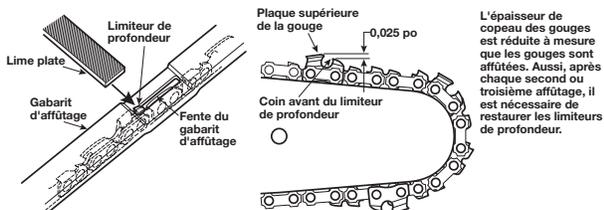

Fig. 21 Utilisation d'une lime plate pour restaurer l'épaisseur du copeau
1. Appliquez fermement le gabarit d'affûtage (0,025 po) sur le dessus de deux gouges. Assurez-vous que le limiteur de profondeur pénètre dans la fente à l'intérieur du gabarit d'affûtage (Fig. 21).
3. Retirez le gabarit d'affûtage. À l'aide d'une lime plate, arrondissez le coin avant du limiteur de profondeur de la gouge (Fig. 21)